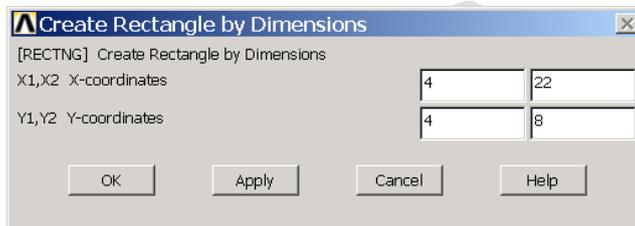

图11.30 定义矩形面
(11) 单击 Main Menu>Preprocessor>Modeling>Create>Areas>Rectangle>By Dimensions 菜单，弹出如图 11.30 所示的对话框。在【X-coordinates】文本框中输入【4】和【22】，在【Y-coordinates】文本框中输入【4】和【8】，然后单击【OK】按钮。